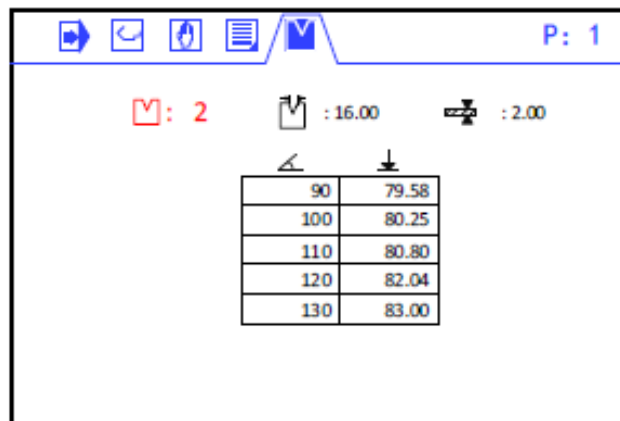

Рис. 3-6: Режим обучения формы
- С помощью цифровых клавиш и клавиш со стрелками изменить параметры в соответствии с приведенным анализом. Результаты показаны на рис. 3-6.